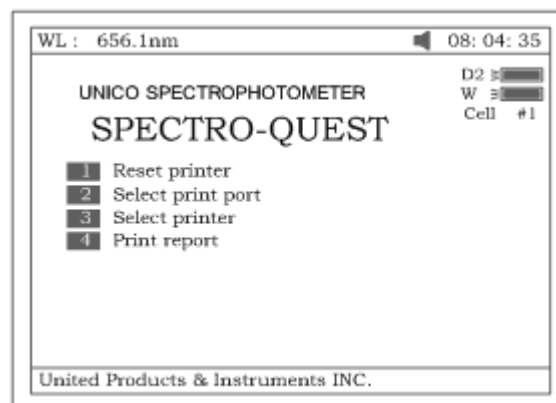
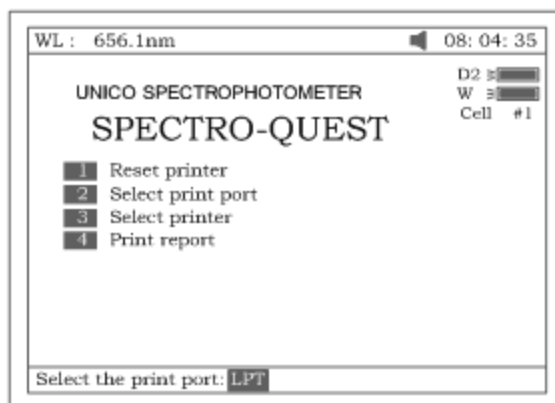
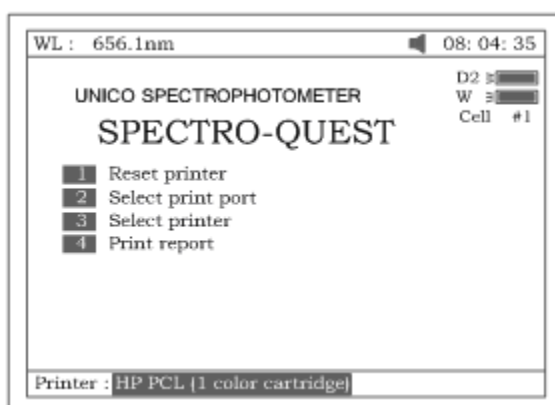
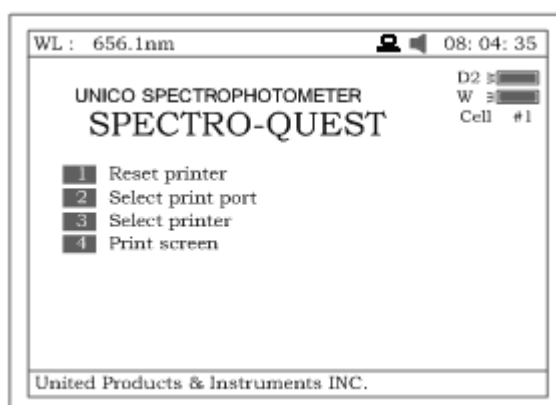

Рисунок 75
Рисунок 76
Рисунок 77
Рисунок 78
Для настройки принтера, нажмите **[2]** (рис.75). Для выхода – клавишу **[ОТМЕНА]**.
1. Для переустановки принтера нажмите **[1]**, показанный на **рис.75**
2. Чтобы выбрать порт – LPT или Com (см. рис.76), нажмите **[2]**, показанный на **рис.75**.
3. Чтобы выбрать принтер (HP PCL с одноцветным картриджем, PCL черно-белый, Epson ОТМЕНА/P или Epson/P2 или выше, см. рис.77), выберите **[3]**, показанный на рис.75.
4. Чтобы выбрать режим работы принтера, нажмите **[4]** (рис.75). Если вы выберете режим «Печать экрана» (ПЕЧАТЬ screen), в верхней строке экрана появится маленький значок (рис.78). При выборе режима «Печать отчета» (ПЕЧАТЬ report) значок исчезает.